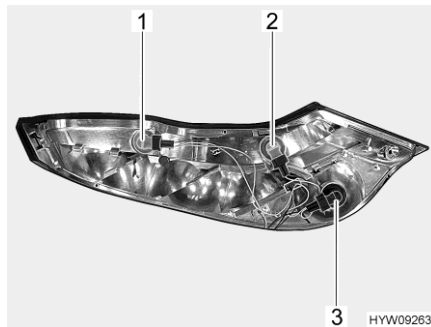

Bild 235 Bakljusenhet (demonterad)
- Vrid den defekta glödlampan (Bild 235) moturs för att låsa upp bajonettsockeln.